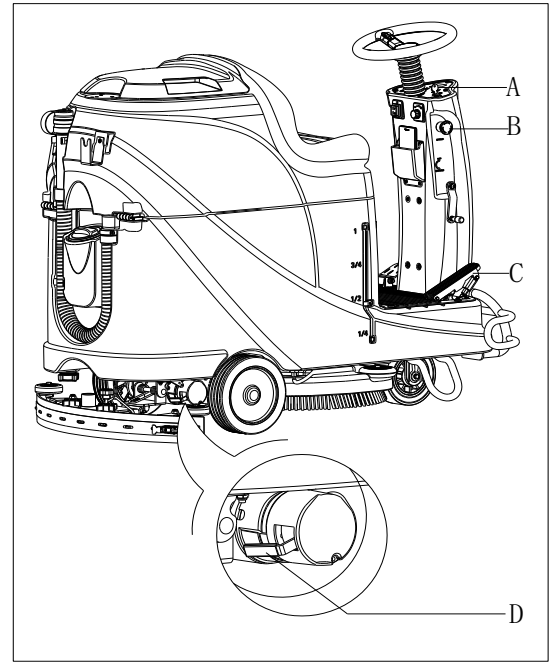

Figura 9
1. Gire el interruptor de llave (A, Figura 9) hacia "ON".
2. Presione el pedal de aceleración (C) suavemente luego suéltelo para comprobar que la máquina puede orientarse hacia adelante y detenerse.
3. Para mayor seguridad, confirme si la máquina puede detenerse inmediatamente presionando el botón de emergencia (B). Gire el botón de emergencia para reiniciarlo.
- Freno desbloqueado –el mango del freno (D, Figura 9) se sitúa encima